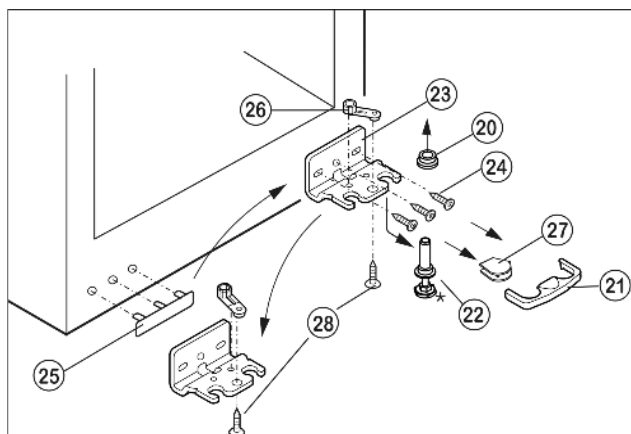

Fig. 5
- ▶ Wyjąć zabezpieczenie Fig. 5 (21) do przodu.
- ▶ Zdjąć osłonę Fig. 5 (27)*.
- ▶ Wkręcić nóżkę Fig. 5 (22) do końca.
- ▶ Wyciągnąć sworzeń zawiasu Fig. 5 (22) do przodu i w dół. Zwrócić przy tym uwagę na tuleję zawiasu Fig. 5 (20).
- ▶ Odkręcić płytkę zawiasu Fig. 5 (23)(3 x Torx 25) Fig. 5 (24).
- ▶ Odkręcić element zawiasu Fig. 5 (26)(1 x Torx 25) Fig. 5 (28), przełożyć do przeciwległego otworu mocującego płytki zawiasu i tam dokręcić.
- ▶ Ostrożnie podważyć i przełożyć osłonę Fig. 5 (25) od strony uchwytu.
- ▶ Przykręcić mocnopłytkę zawiasu Fig. 5 (23) na nowej stronie (z siłą 4 Nm), w razie potrzeby za pomocą wkrętarki akumulatorowej.
- ▶ Założyć osłonę Fig. 5 (27) po przeciwległej stronie.*
- ▶ Zabezpieczenie (21) musi zablokować się z boku w płytce zawiasu, aby płytka i drzwi były prawidłowo zabezpieczone.
- ▶ Założyć zabezpieczenie (21) z powrotem na płytkę zawiasu.
- ▶ Założyć tuleję zawiasu Fig. 5 (20).
- ▶ Założyć drzwi od góry na dolny sworzeń zawiasu Fig. 5 (22).
- ▶ Korzystając ew. z obu podłużnych otworów w dolnej płytce zawiasu Fig. 5 (23) ustawić drzwi w jednej linii z obudową urządzenia. W tym celu wykręcić środkową śrubę.